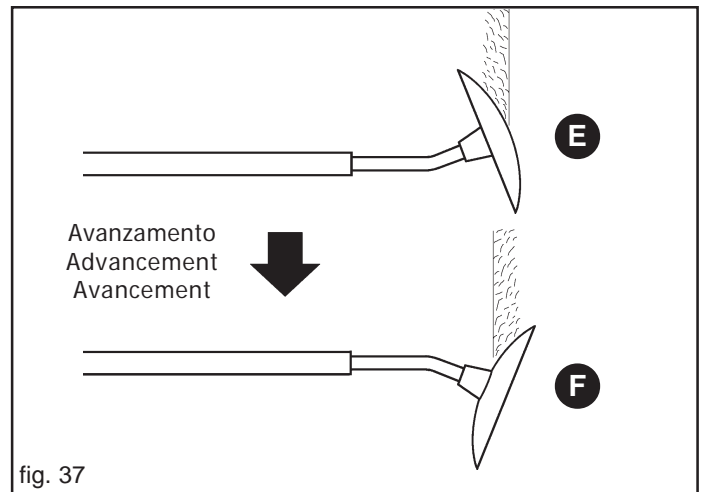

fig. 37
Die korrekte Position der Scheibe auf normalen Böden ist auf der Abb. 37 Ref. E dargestellt; auf schweren Böden ist die Scheibe umzudrehen (siehe Abb. 37, Ref. F).
Der Arbeitsdruck der Federzähne der Saatgutabdeckegge kann durch Drehung der Feder (L) auf dem oberen Parallelarm verändert werden (Abb. 37).